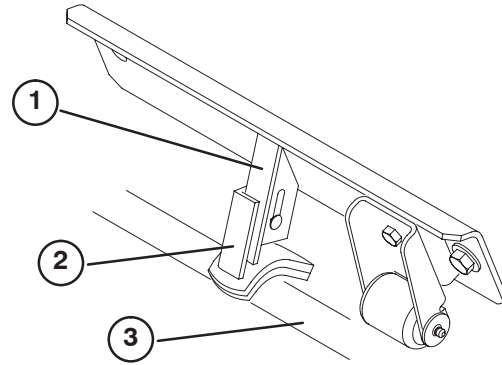

Figure 13
2. Sur le plateau de coupe central avant, desserrez les boulons de carrossiers et l'écrou fixant le socle du stabilisateur au stabilisateur (Fig. 13).